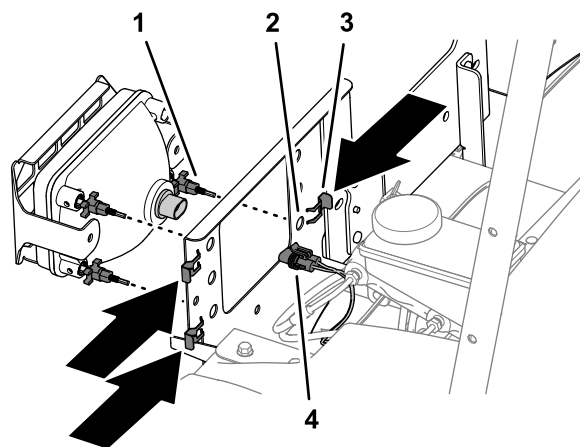

Figura 46
6. Conecte el conector hembra de 2 vías del arnés de cables de la máquina al conector de 2 pines de la parte trasera del faro (Figura 46).